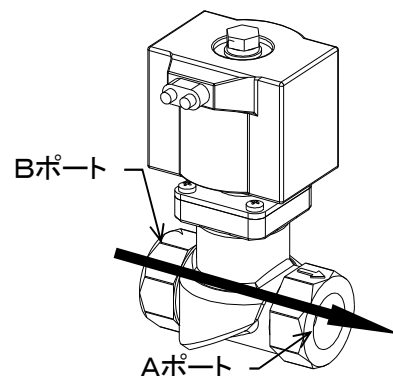

図 8-16
- ・ 蒸気をBポート側からAポート側に流します。(図 8-16)